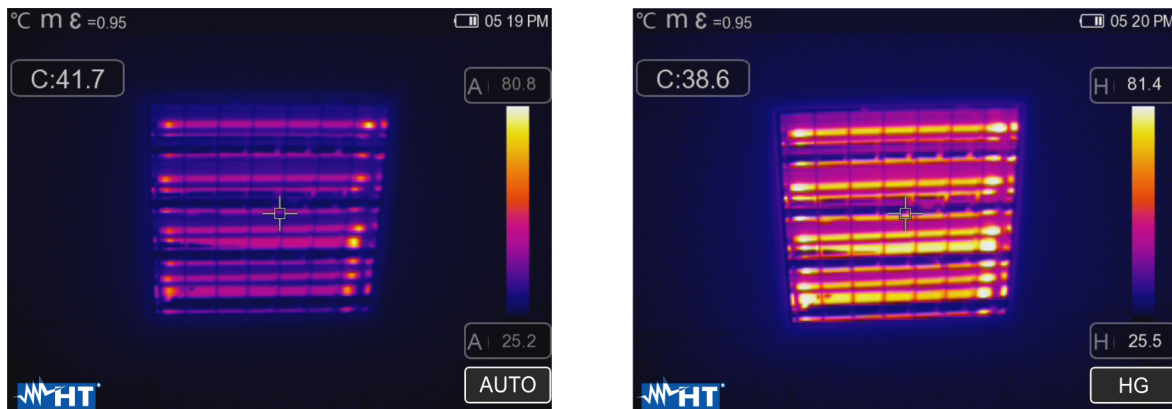

Fig. 46: Impostazione modi Automatico e Istogramma
- Modo **Istogramma (HG)** → i livelli minimo e massimo di temperatura dell'oggetto inquadrato a display sono sempre definiti automaticamente, come nel modo Auto, da parte dello strumento ma in tal caso sono messi in particolare risalto le zone dell'immagine in cui i valori delle temperature sono molto diverse da quelli delle zone adiacenti. La relazione tra la temperatura e il colore della tavolozza è **non lineare** in base ad un algoritmo a istogramma. Questo modo enfatizza la visualizzazione dell'immagine in ambienti di lavoro molto scuri
1. Premere il tasto  oppure toccare l'icona "AUTO" presente nella parte bassa destra del display. Le videate di Fig. 46 mostrano le selezioni dei modi "AUTO" e "HG"